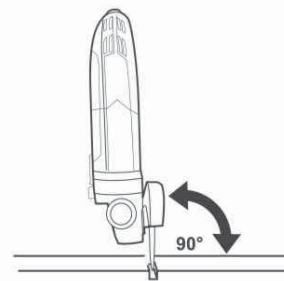

Fig. 20
- > Tenez l'appareil de façon que le disque ait une inclinaison de 90° par rapport à la pièce travaillée (Fig. 20).